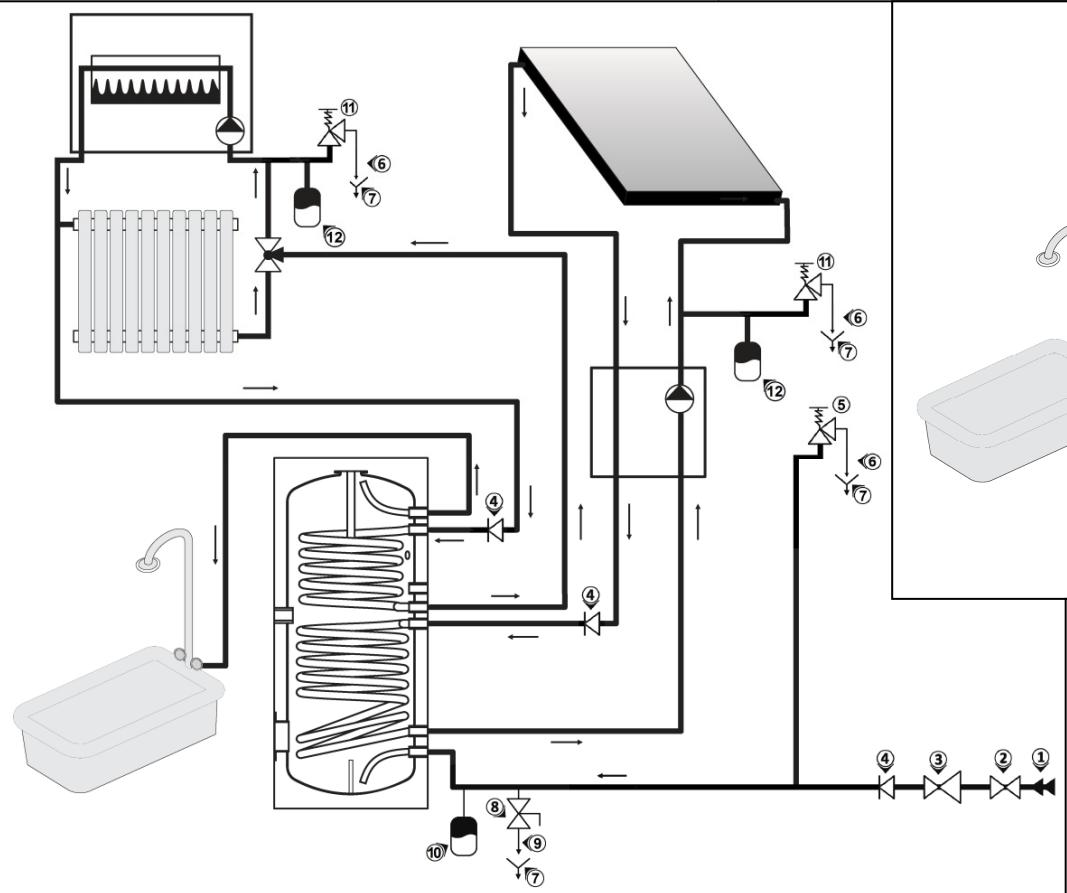
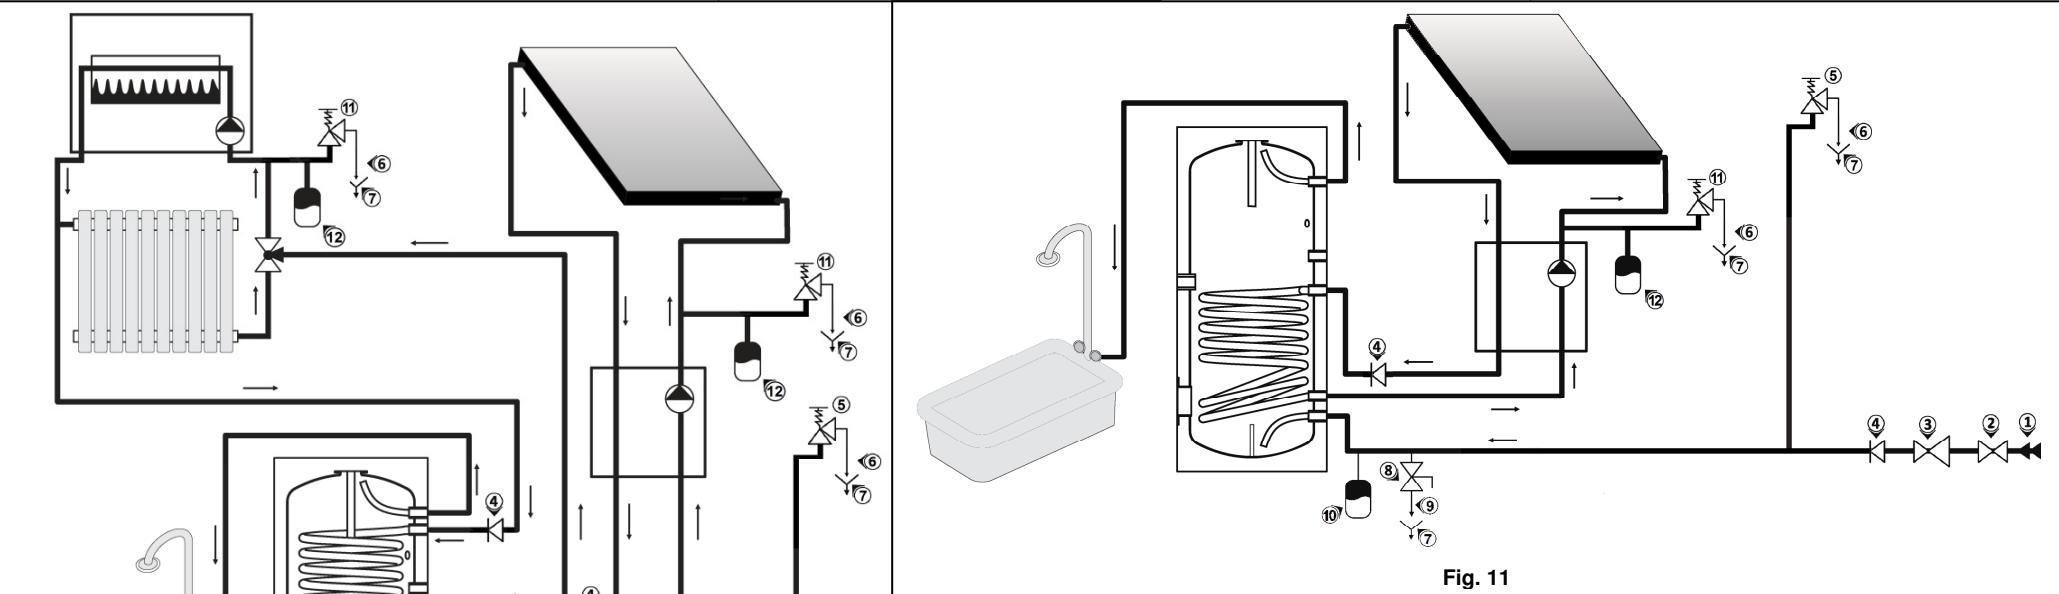
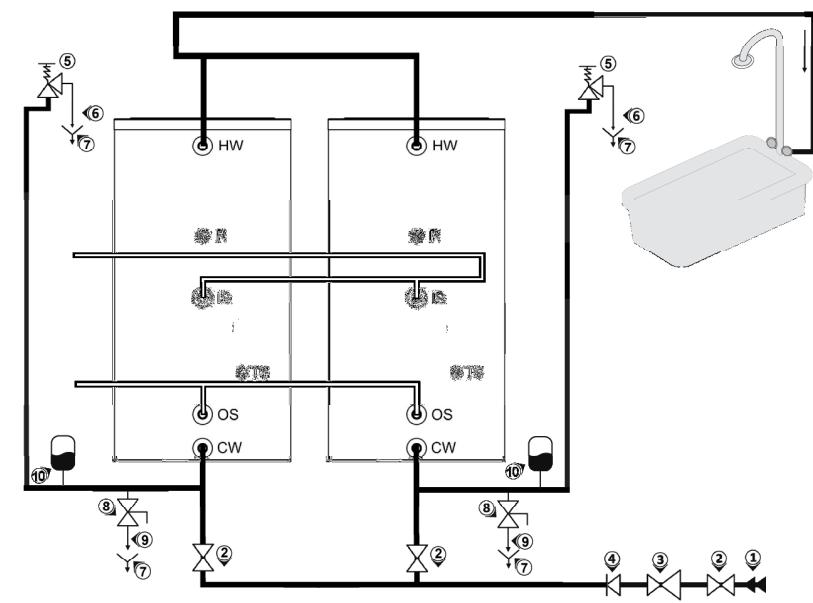

Fig. 10
Fig. 11
Fig 12
Instalarea rezervorului de stocare cu un schimbător de căldură, ar trebui să se facă în conformitate cu fig.10. Instalarea rezervorului de stocare cu două schimbătoare de căldură ar trebui să se facă în conformitate cu fig.11. Modelele fără schimbătoare de căldură - la fel ca pentru modelele cu unul sau două schimbătoare de căldură. Conform instalare paralelă. la Fig.12
5. Supapa de siguranță. La conectarea în Fig. 10, 11 și 12 sunt utilizate numai de către supapele de siguranță prevăzute de către constructor kit. Atunci când este instalat pe alte sisteme - designeri certificate evaluatează și determină tipul de supape de siguranță obligatorii (PNR = 0,8 MPa; EN 1489:2000). Dimensiuni valve conform la table.9
A safety valve ((11) - fig. 10, 11) inline coil heat exchanger have to be fit according to HVAC designer requirements but its adjustment must not be higher than $P_{nr} = 0,6 \text{ MPa}$. (EN 1489:2000)
Este temperatura lichidului de răcire nu trebuie sa depășească 110°C și $0,6 \text{ MPa}$ presiune! Valve ((11) - Fig 10, 11) în intervalul de schimbător de căldură (bobina) trebuie să fie instalate în conformitate cu cerințele proiectantului și setarea nu este mai mare decât $P_{nr} = 0,6 \text{ MPa}$ (EN 1489:2000) ! Rezervorul de expansiune ((12) - Fig 10, 11) este obligatorie, în conformitate cu designul de plante!